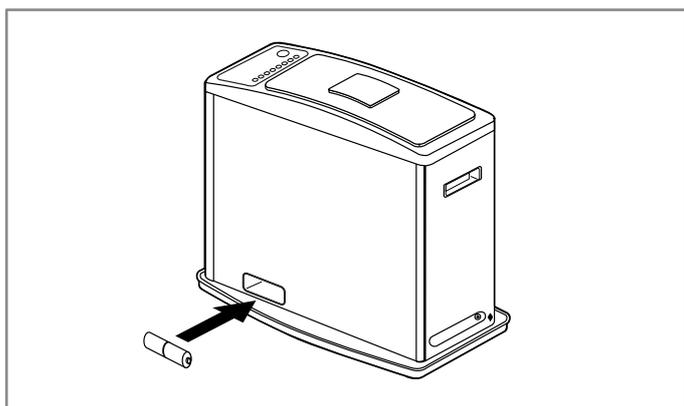
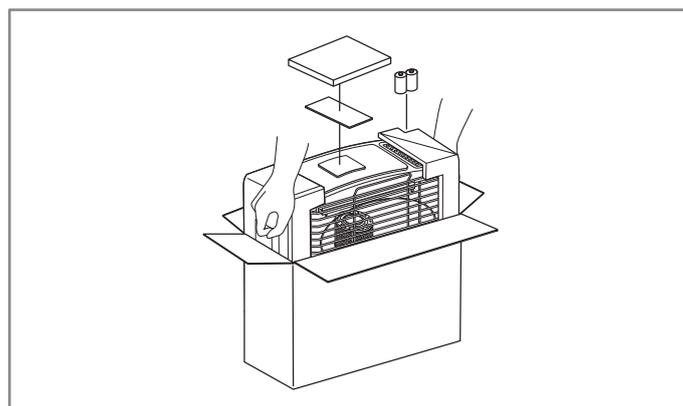

Рис. 15
Рис. 16
Чтобы Ваш нагреватель работал в следующем сезоне также хорошо, как и в нынешнем, необходимо выполнить следующие действия для его консервации при хранении (Рис.15 и Рис.16).
- Вынуть батарейки из батарейного отсека (Рис.15). Отвернуть 5 винтов, снять кожух с решеткой. Снять горелку. Снять регулятор фитиля с топливного картриджа. Просушить топливный картридж. Щеткой и/или отверткой удалить весь нагар, смолистые отложения и сажу с регулятора фитиля, держателя фитиля и с горелки.